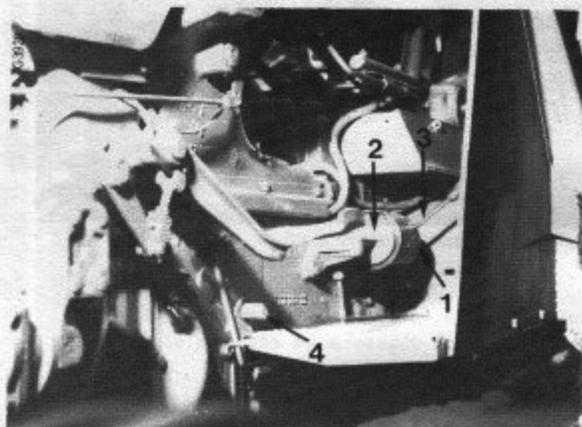

Fig. 74
Les tracteurs équipés de la transmission à commande hydraulique sont équipés d'un filtre by-pass (1) Fig. 74 qui épure continuellement l'huile de la transmission pendant que le moteur tourne.